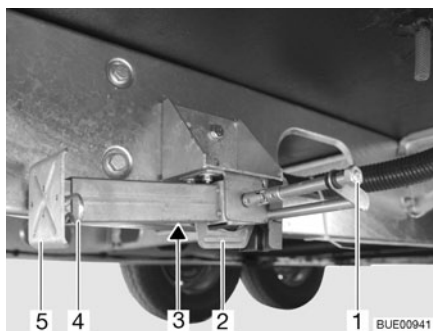

Fig. 30 Vérin stabilisateur
- Placer la clé à pipe sur l'écrou à six pans (Fig. 30,1) et tourner jusqu'à ce que le vérin stabilisateur soit en position verticale vers le bas.
- Lorsque la longueur des vérins stabilisateurs est réglable, faire sortir la goupille (Fig. 30,4) de la rallonge du pied d'appui (Fig. 30,5).
- Placer la clé à pipe sur l'écrou à six pans (Fig. 30,1) et tourner jusqu'à ce que le vérin stabilisateur se dégage du sol.
- Rentrer complètement la rallonge du pied d'appui (Fig. 30,5) et insérer la goupille (Fig. 30,4) dans le trou prévu à cet effet.
- Tourner l'écrou à six pans (Fig. 30,1) jusqu'à ce que les vérins stabilisateurs soient pivotés vers le haut et que la glissière (Fig. 30,2) soit arrivée complètement à l'extrémité de la fente (Fig. 30,3).